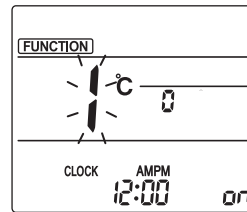

Fig. 1
① Переход в режим ручной настройки дефлектора. Нажмите кнопку [MENU]. (Начните эту операцию с выключенного дисплея дистанционного пульта управления.) Появится индикация "FUNCTION" (ФУНКЦИЯ), и будет мигать "1". (Fig. 1) Нажмите кнопку для выбора "2", затем нажмите кнопку [SET].